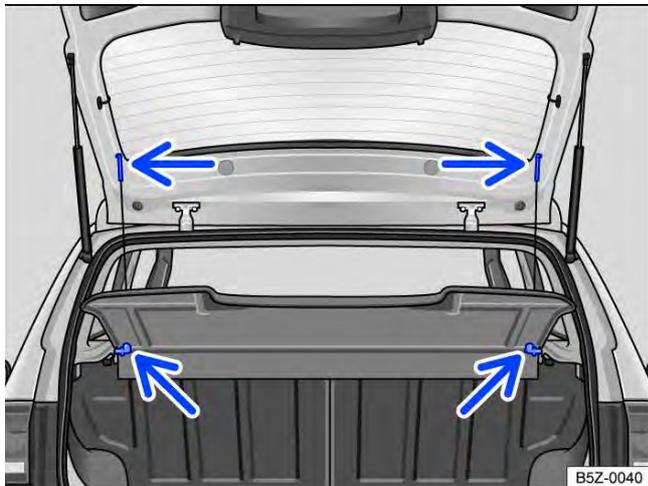

Fig. 127 No compartimento de bagagem: remover e instalar a cobertura do compartimento de bagagem.
- Desprender os cordões de retenção do suporte da tampa traseira → Fig. 127 (setas superiores).
- Retirar a cobertura do compartimento de bagagem por trás, para fora dos suportes laterais → Fig. 127 (setas inferiores).
- Empurrar a cobertura do compartimento de bagagem para a frente, introduzindo-a nos suportes laterais → Fig. 127 (setas inferiores).
- Encaixar os cordões de retenção na tampa traseira → Fig. 127 (setas superiores).